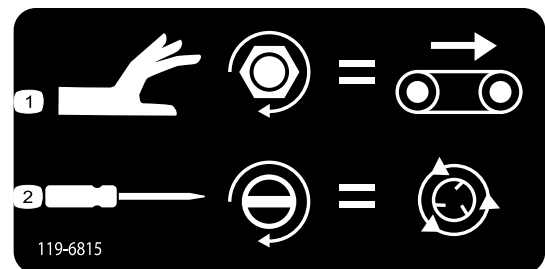

Figura 47
- Per regolare la velocità del piano (Figura 47), girate la manopola in senso orario. Utilizzate la velocità del piano massima del sistema operativo con codifica a colori quando non è disponibile il flusso idraulico. Questa impostazione è utile quando la tramoggia è piena di sabbia.
- Per regolare la velocità dello spargitore (Figura 47), utilizzate un cacciavite a testa piatta per aumentare la velocità dello spargitore ruotando la vite in senso orario o ridurre la velocità dello spargitore ruotando la vite in senso antiorario.